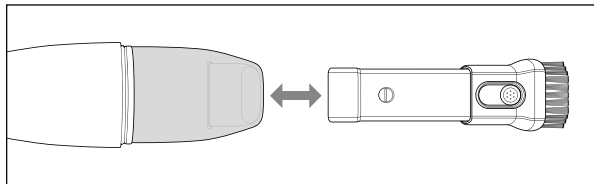

Fig. 2
- ◆ Sujete el aparato por el mango ❸ y retire la tapa de cierre ❶ del aparato.
- ◆ Monte la boquilla de aspiración 2 en 1 **12** en el orificio de aspiración **2** del aparato. Para ello, asegúrese de que el botón de ajuste de la boquilla con cepillo apunte hacia arriba (consulte la fig. 2).
- ◆ Para volver a desmontar la boquilla de aspiración 2 en 1 **12**, retírela del orificio de aspiración **2** (consulte la fig. 2).